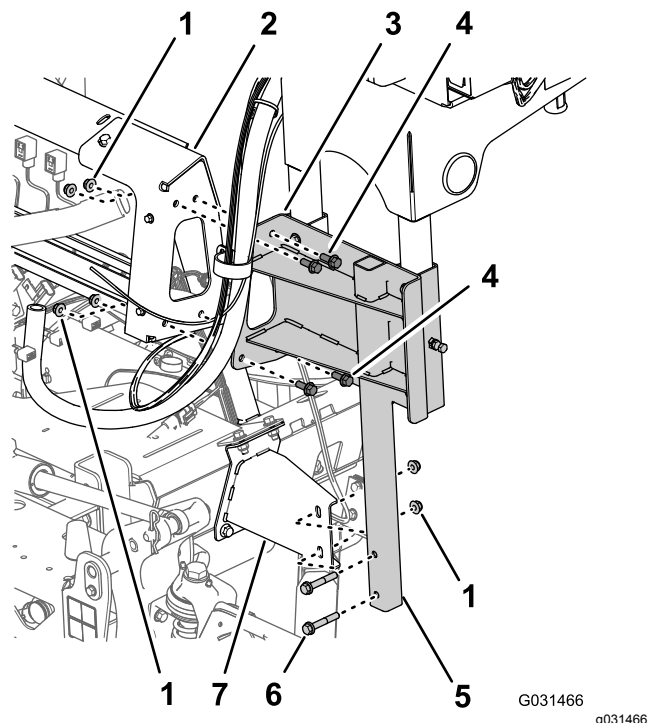

図 22
3. 収納式ホースリールのサポートチャネルをスプレーヤバルブ用のマニホルドマウントに固定しているフランジヘッドボルト3/8 x 3" 4本とフランジナット1 1/2"4個を取り外す 図 22。
2. 車両の右側フレームチャネル部で収納式ホースリールの下部チューブフレームを取り付けブラケットに固定しているフランジヘッドボルト3/8 x 2-1/2"2本とフランジロックナット3/2"4個とを外す 図 22。